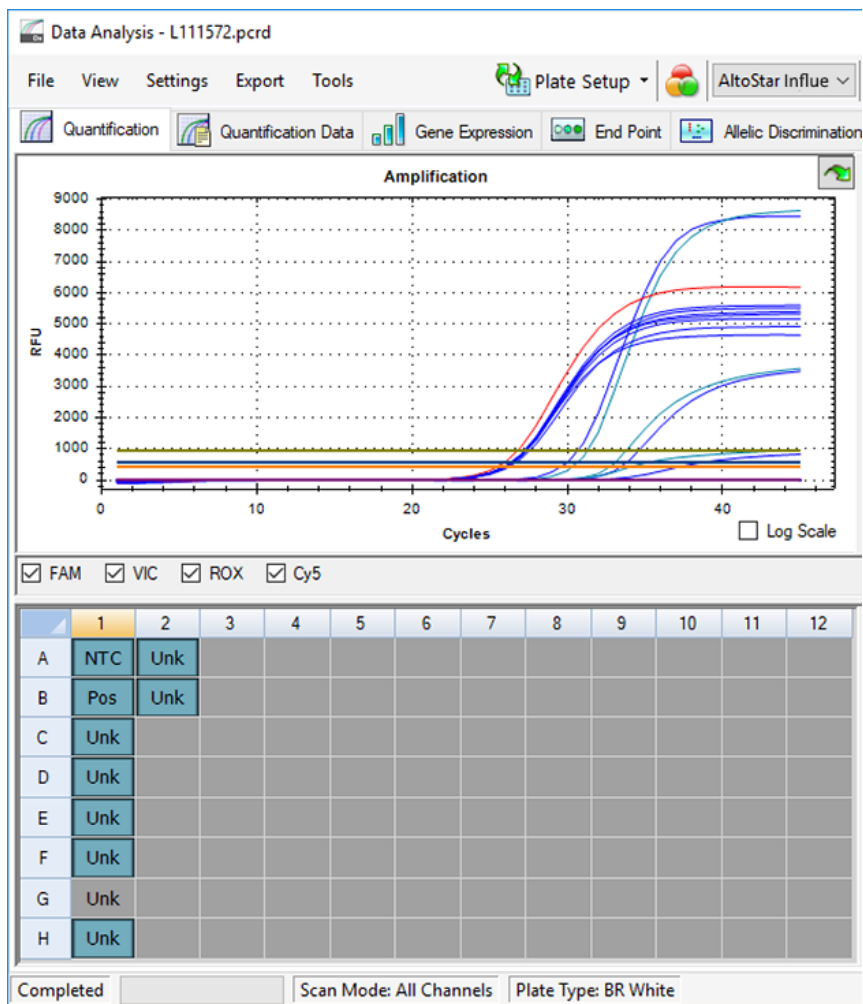

Figura 8: Ventana Data Analysis (análisis de datos): pocillo excluido
- El pocillo seleccionado se excluye del análisis. No se generarán resultados para este pocillo (consulte la figura 8).